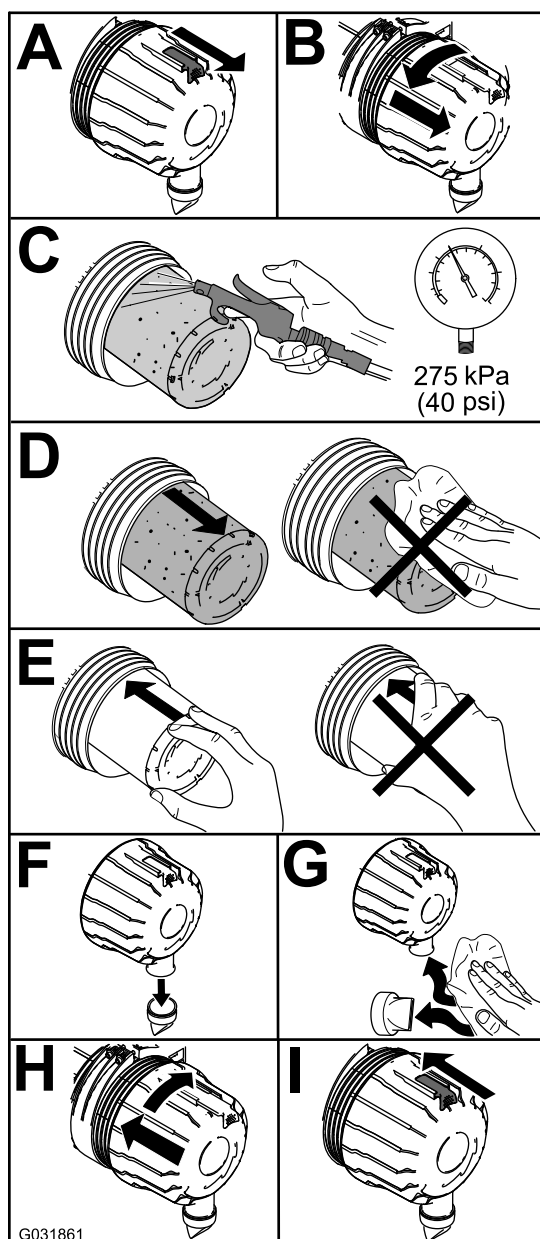

Рисунок 74
1. Замените воздухоочиститель (Рисунок 74).